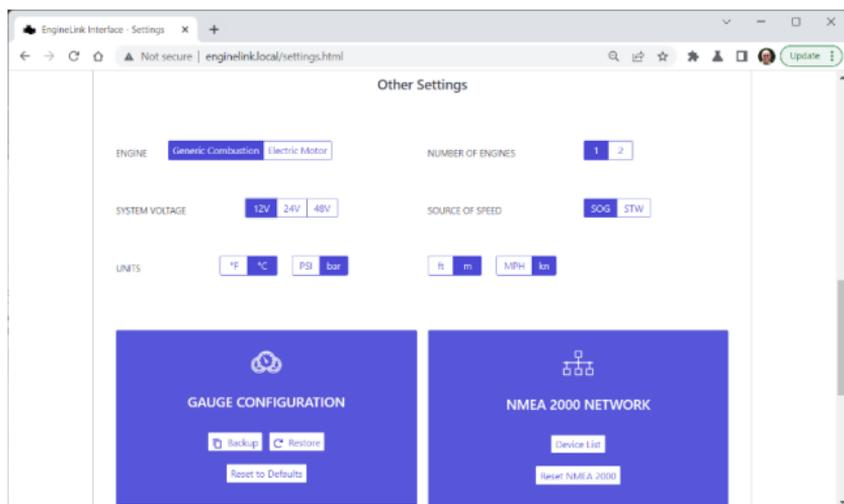

Imagen 14
- Engine and Units Settings (Configuración de motores y unidades) (Fig 14)
mostrar unidades métricas europeas. Todo esto se puede cambiar fácilmente en la sección Other settings como se muestra en la Imagen 14.